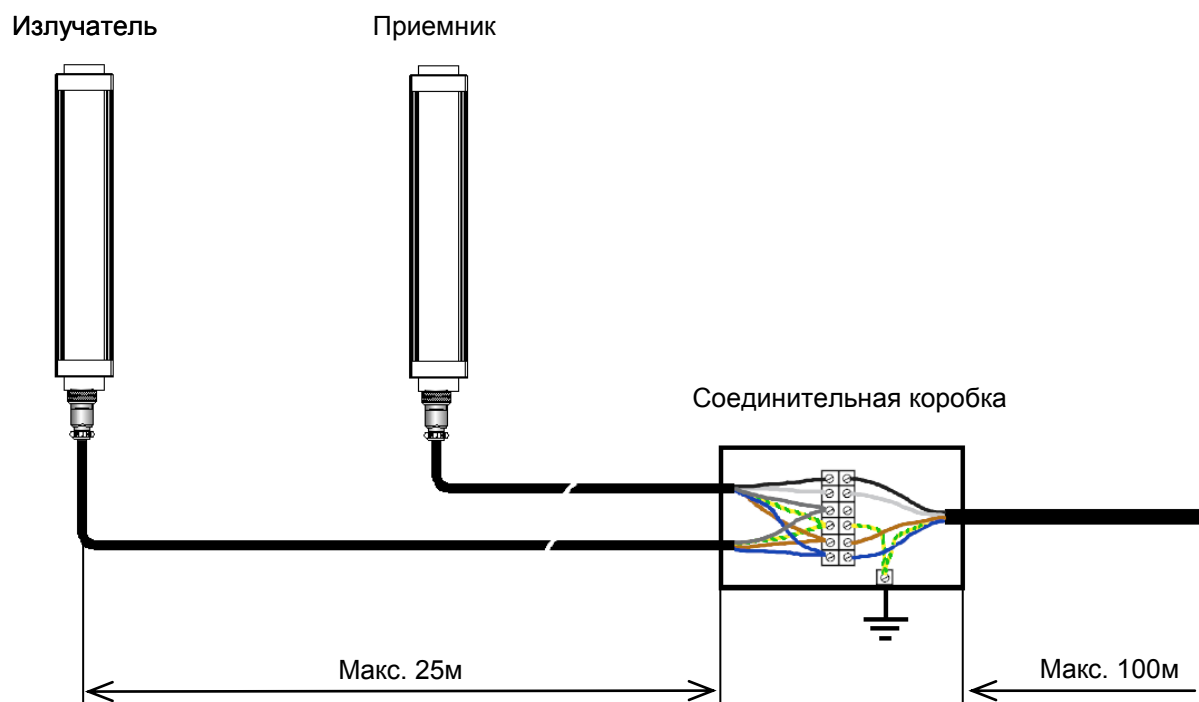

Рисунок 9.
2. Во избежание электромагнитных помех старайтесь, чтобы длина соединения между излучателем и приемником, обусловленная проводом синхронизации была как можно меньше. Используйте соединительные коробки, не пренебрегайте заземлением (Рис. 9).